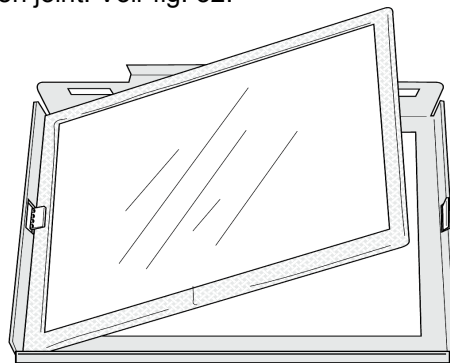

Figure 31. Avec une petite pince, dépliez ces 2 languettes.
4. La vitre est retenue en place par deux languettes de fixation. Utilisez une petite pince pour déplier ces languettes et retirer la vitre du cadre. Voir fig. 31.